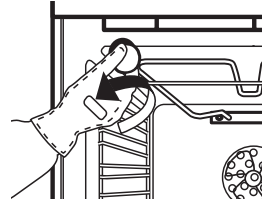

Abb. 5
- Schrauben Sie die Lampenabdeckung ab (Abb. 5). Wechseln Sie die Glühlampe aus (bezüglich des Typs siehe nachstehenden Hinweis) und schrauben Sie die Lampenabdeckung wieder auf.